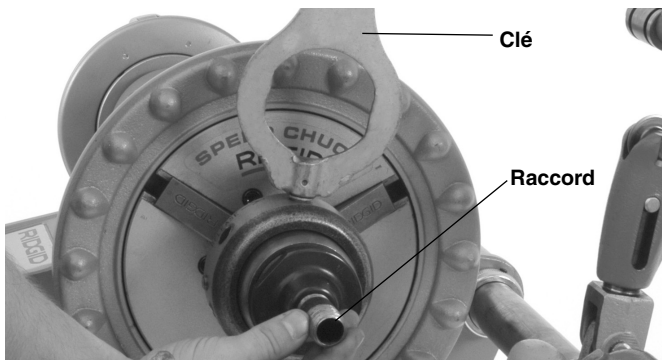

Figure 4 – Retrait du raccord
12. Introduisez la broche de la clé dans l'un des orifices du bâti du mandrin à raccords. Tournez la clé pour libérer le raccord fileté et le dévisser de l'adaptateur (Figure 4). Retirez la clé.